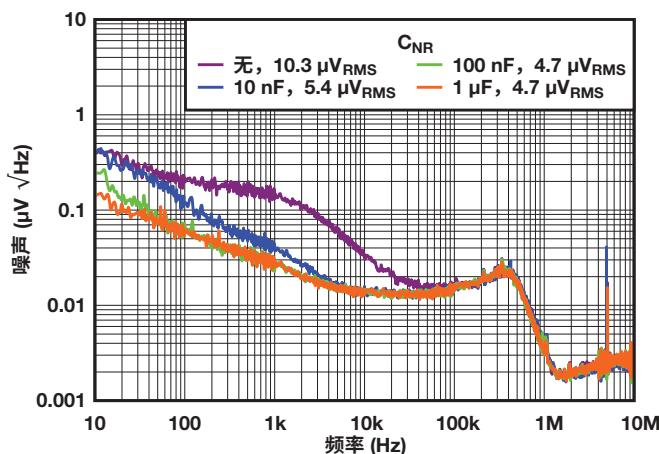

图 4：TPS7A91 的噪声频谱密度与频率和 $C_{NR/SS}$ 的关系。
在此引脚上添加电容器 ($C_{NR/SS}$) 将形成具有内部电阻的阻容 (RC) 滤波器，帮助分流由电压基准生成的不需要的噪声。由于电压基准是生成噪声的主要因素，增大电容有助于将此低通滤波器的截止频率左移。图 4 显示了此电容器对输出噪声产生的影响。
如图 4 所示， $C_{NR/SS}$ 的值越大，降噪效果越好。但是，在某些点上，增大电容不会再降低噪声。其余噪声来自误差放大器、FET 等。